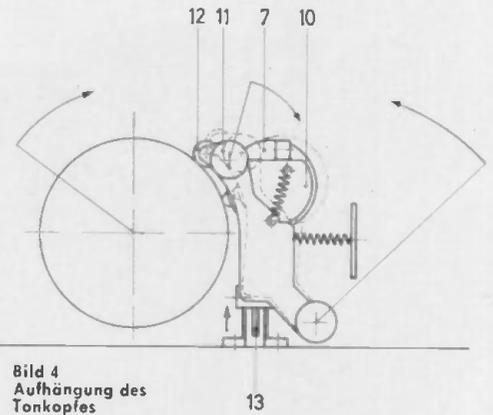

Bild 4
Der Tonkopf ⑦ wurde beim Teleboy 100 an einem schwenkbaren Arm ⑩ aufgehängt (Bild 4), welcher seinerseits wieder an einem drehbaren Kopfhalter ⑪ befestigt ist. Am Schwenkarm ist außerdem eine Fühlscheibe ⑫ angebracht. Durch diese konstruktive Lösung werden evtl. vorhandene Rundlauf-Ungenauigkeiten der Tonwalze ausgeglichen und jederzeit ein einwandfreier Band-Kopf-Kontakt gewährleistet. Der drehbare Kopfhalter hat außerdem noch eine zweite, wichtige Funktion zu erfüllen: Kurz vor dem Rücklauf des Wagens wird durch einen Schieber ⑬ der Kopfhalter nach oben gedrückt und damit der Tonkopf von der Tonwalze abgehoben. Der Tonkopf bleibt während des Wagenrücklaufes abgehoben; damit werden Beschädigungen der Magnetfolie und des Tonkopfes ausgeschlossen. Erst bei erneutem Anlauf des Gerätes wird der Abhebeschieber ausgelöst und der Tonkopf wird durch den Kopfhalter wieder auf die Walze aufgesetzt.